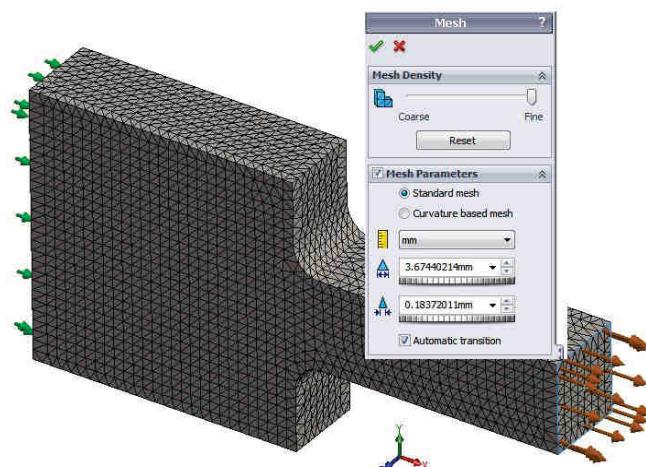

Fig. 12.9
- În fereastra **Mesh**, fig. 12.9:
- In **Mesh** window, fig. 12.9: